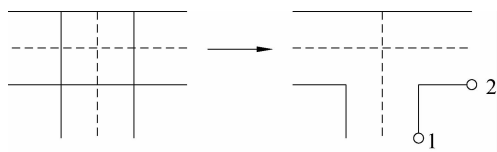

图 4-14 “T形合并”工具
(6) T 形合并: 用于在两条多线之间创建合并的 T 形交点。将一条多线修剪或延伸到与另一条多线的交点处, 如图 4-14 所示。